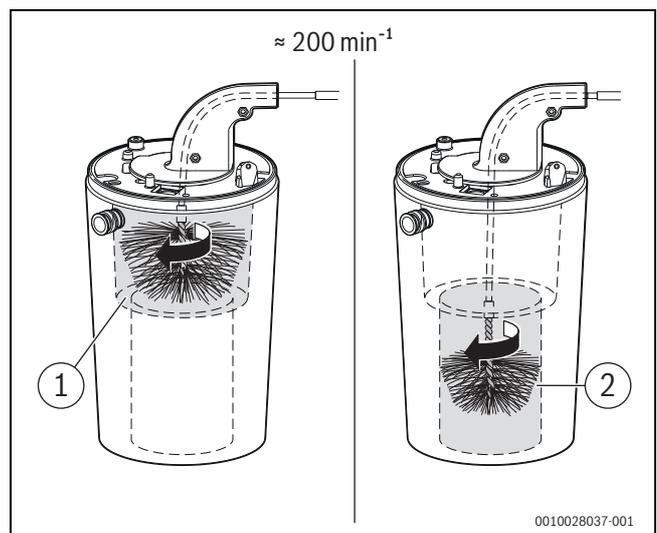

Bild 59 Wärmeblock reinigen (ca. 200 min-1, nur Rechtslauf)
- ▶ Mit kleiner Bürste für den unteren Bereich wiederholen (→ Bild 59, [2]).